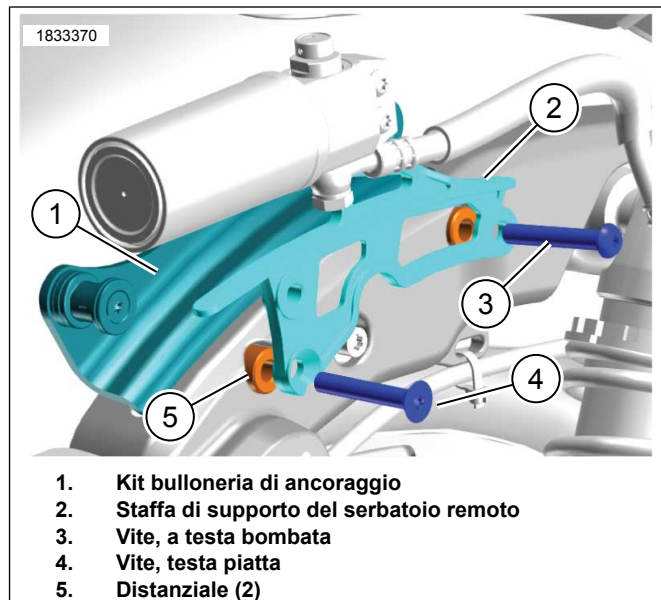

Figura 3.
2. Vedere la figura 3. Installare i distanziali (5).